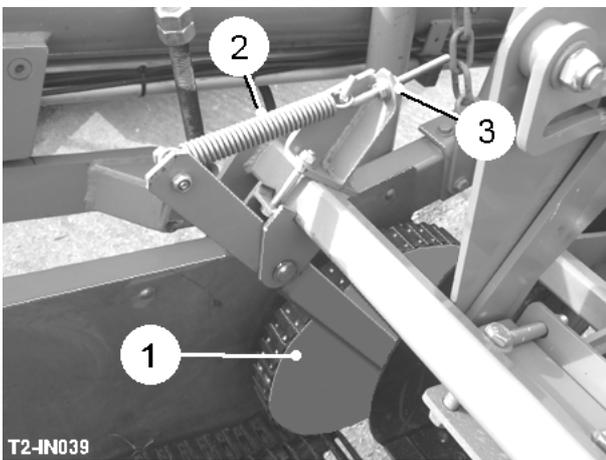

Fig 7
Rollers de toma de Haulm (item 1, fig 7) son sidos conveniente para dos razones. La razón principal es dibujar haulm holgado y la papelera de los equipos de los lomos y alimentarlo en la cavador Web, impidiéndolo de aumentar sobre los bordes anteriores de los equipos de Web o entre los coulters de disco del centro por lo tanto,. La segunda función es impedir papas de rodar afuera de la línea del frente de la cavador Web entre los coulters de discos y los equipos de Web. Dependiendo de la anchura del cavador web y la configuración de anchura de hilera ser levantado, la complejión de rodillo de haulm variará. Los rollers son muelle loaded en las cavador barras de Web. Las asambleas de rodillo exteriores son equipadas con la tensión primavera (item 2, fig 7), y son tensadas por los tasadores (item 3, fig 7). Los ruleros del centro (si entallado) están montados sobre un brazo muelle -loaded y son tensados de forma semejante con una primavera de bobina y tasador thread. Por otra parte, deflectors de goma puede ser sido conveniente para entre las unidades de disco del centro.